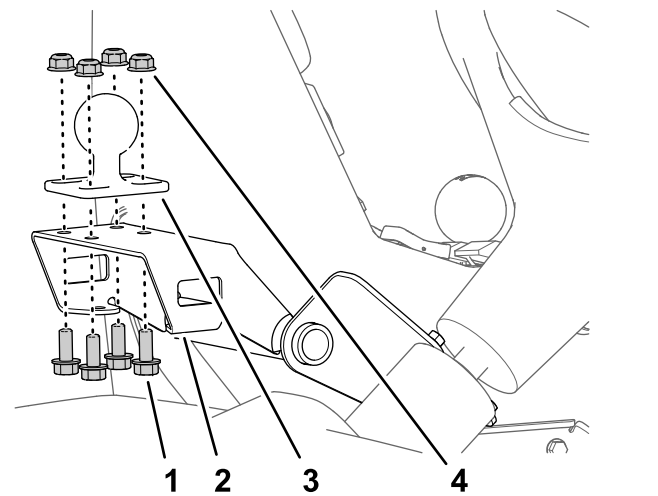

Bild 163
1. Montieren Sie die Kugelbefestigung mit den vier Bundkopfschrauben (5/16" x 3/4") und vier Sicherungsbundmuttern (5/16") an der Halterung für die Monitorbefestigung (Bild 163).